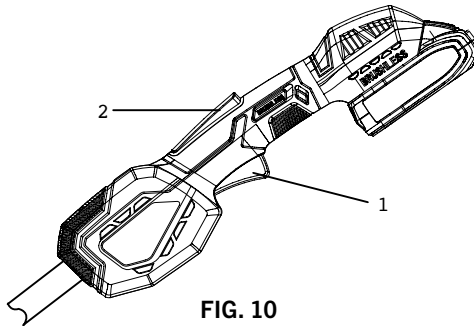

FIG. 10
1. Appuyez sur l'interrupteur de verrouillage (2) fig. 10.
2. En continuant d'appuyer sur l'interrupteur de verrouillage, pressez la gâchette à vitesse variable (1).